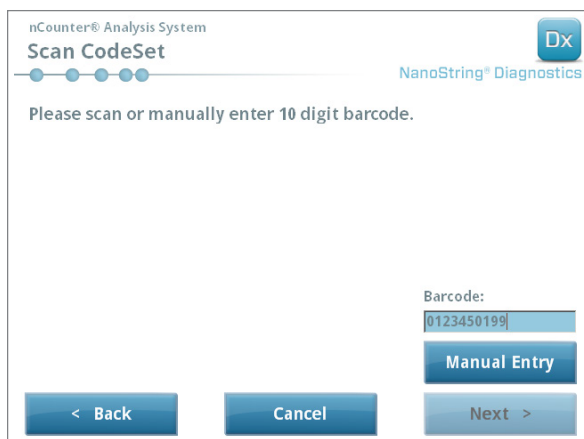

ABBILDUNG 5.6: Der Bildschirm „Scan CodeSet“ (CodeSet scannen)
6. Bevor Sie fortfahren, muss der Barcode des CodeSets gescannt werden. Halten Sie den Barcode des CodeSets vor das Barcode-Lesegerät. Ein roter Strahl erscheint. Halten Sie den Barcode vor den roten Strahl, bis er gelesen wird. Wenn der Barcode erfolgreich eingegeben worden ist, wird die Barcode-Nummer in dem Feld angezeigt (ABBILDUNG 5.6).